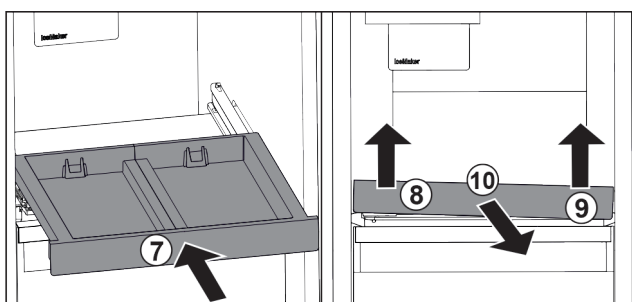

Fig. 102
- Auszugsbord einschieben. Fig. 102 (7)
- Auszugsbord vorne links anheben. Fig. 102 (8)
- Auszugsbord vorne rechts anheben. Fig. 102 (9)
- Auszugsbord nach vorne entnehmen. Fig. 102 (10)